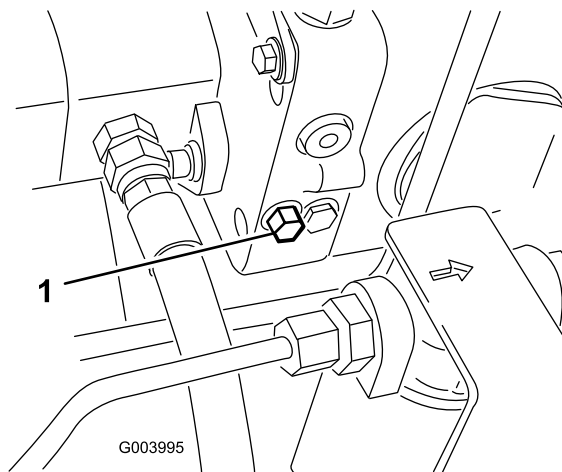

Рисунок 45
1. Перепускной клапан расположен с левой стороны гидростата (Рисунок 45). Чтобы открыть клапан и обеспечить внутренний перепуск масла, поверните болт на 1,5 оборота. Поскольку производится перепуск жидкости, машину можно медленно двигать без повреждения трансмиссии.